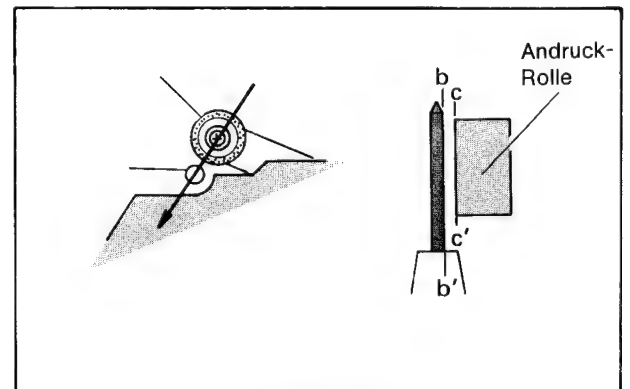

Bild 2-20
1. Mit der Hand die Andruckrolle zum Capstan drücken und Parallelität überprüfen (Bild 2-20).